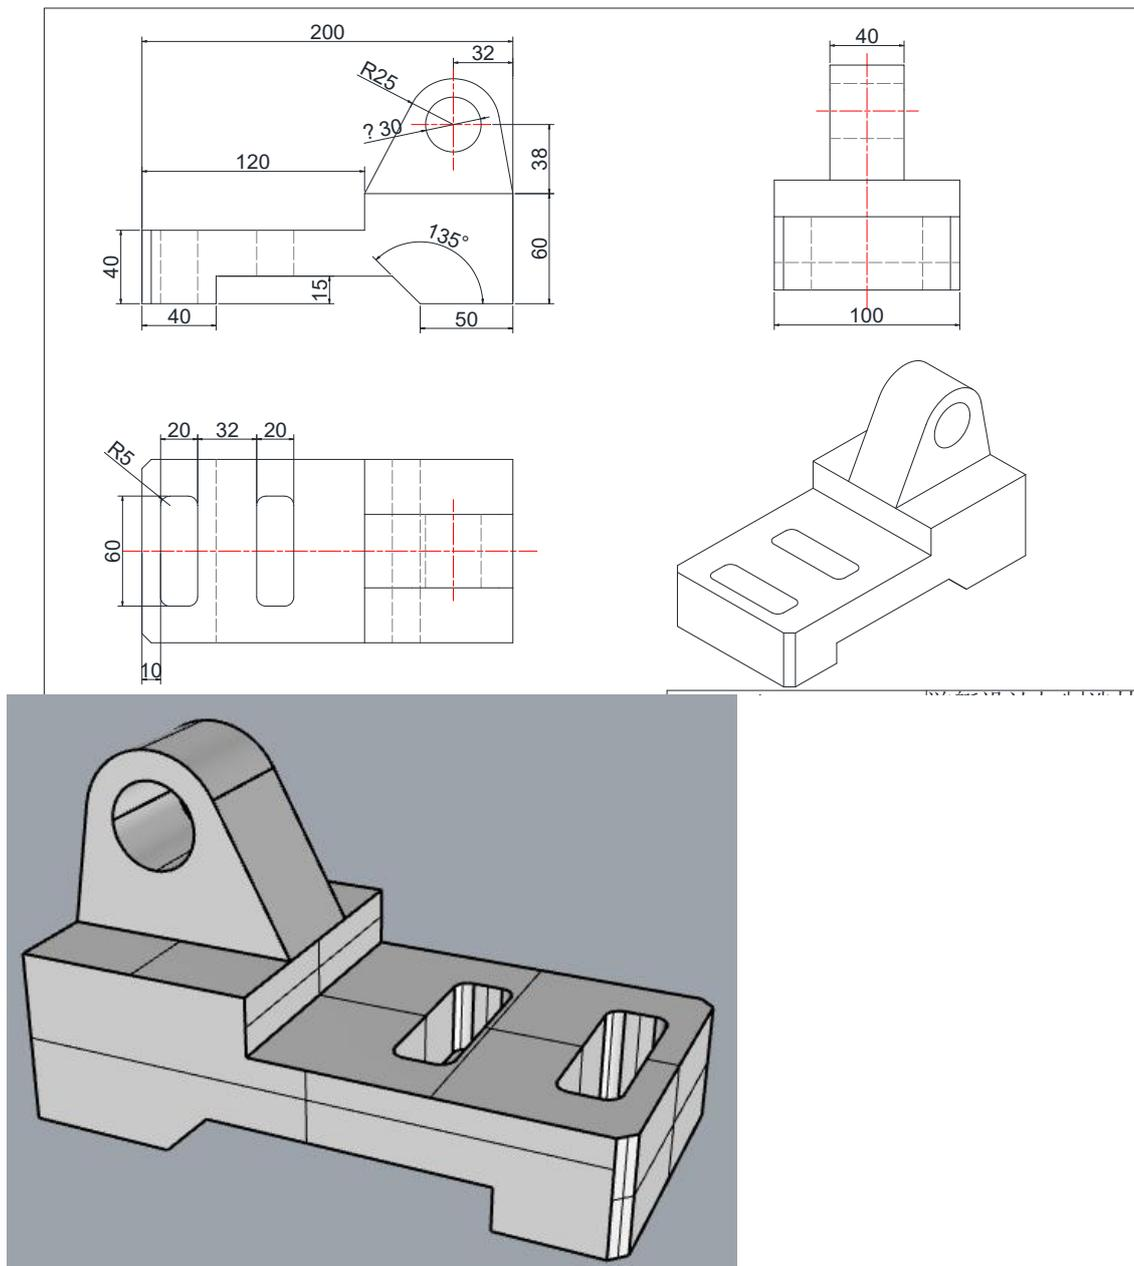

图 H2-13 底座创建
- 2) 根据图 H2-13 及提供的素材 H2-13 所示尺寸完成建模；未注尺寸要求，达到效果即可。将建好的模型文件命名为“H2-13 建模”保存在考生文件夹中。